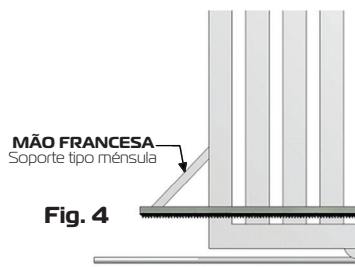

Fig. 4
1- Há casos em que o comprimento da cremalheira ficará maior que o comprimento do portão, nesse caso terá que ser confeccionado uma mão francesa para uma melhor fixação do mesmo como ilustra a (fig. 4).
*1 - En algunos casos, es necesario que la cremallera sobrepase el largo del portón, por tal motivo, se tendrá que fijar el sobrante con una planchuela o ángulo, realizando una ménsula para proporcionarle firmeza (fig. 4)*